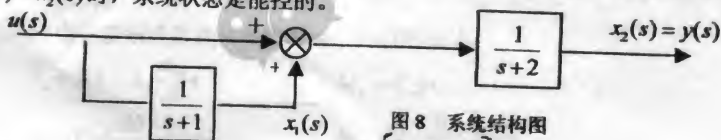

图 8 系统结构图
7. (15%) 有控制系统如图 8 所示。试分析系统的状态完全能控性, 并证明当 $x_1(0) = x_2(0)$ 时, 系统状态是能控的。